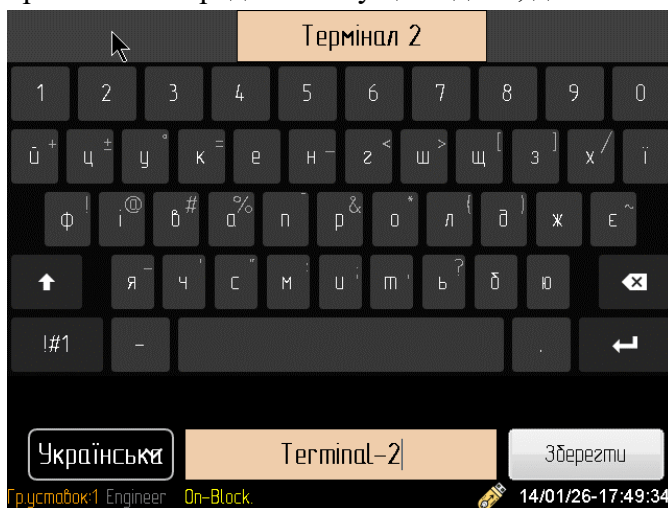

Рисунок 5.6.1.2 – Екранна клавіатура
- (1) Для введення назви приєднання вмикається екранна клавіатура (рис.5.6.1.2), назву можна набирати кнопками ЛПІ або за допомогою маніпулятора «миша», який приєднується в порт USB «FLASH».
- (2) Імпульсний – передавач запускається на 30 секунд. Програмний – напівавтоматична перевірка каналу. Тривалий – передавач запущено доти, доки клавіша «Пуск» натята.